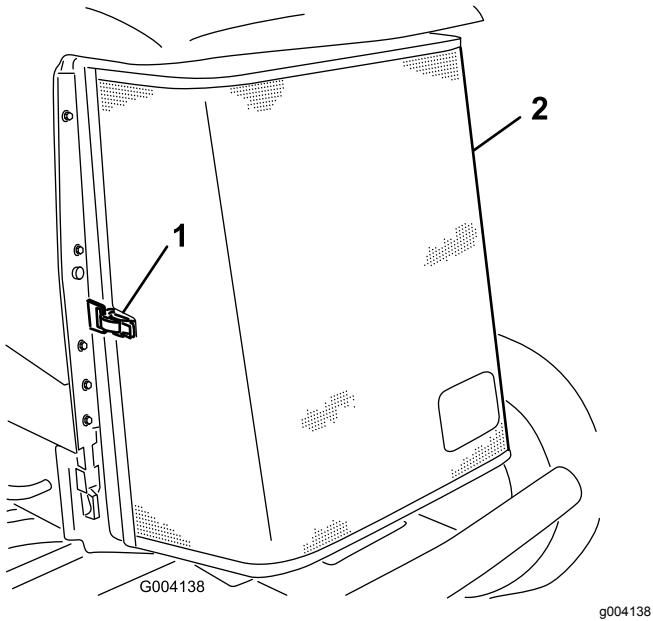

Bild 57
3. Entriegeln Sie den Riegel und drehen Sie das hintere Gitter auf (Bild 57).